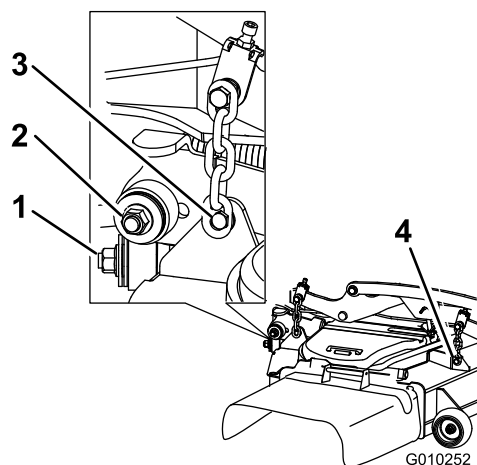

Figure 104
7. Enlevez et mettez de côté les fixations des deux côtés du tablier, comme montré à la Figure 104.